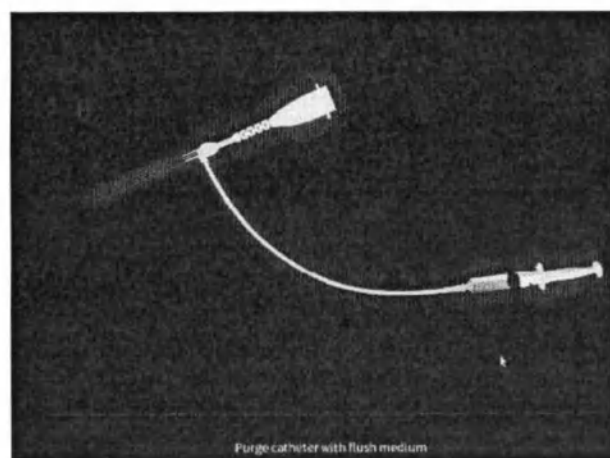

Рисунок 5
4. На экране отображается сообщение «Purge catheter with flush medium» (Промойте катетер промывочной средой) (рисунок 5).